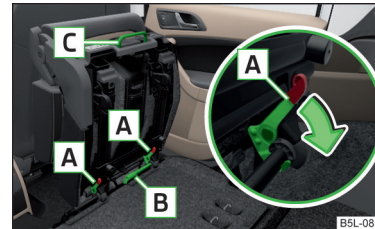

Fig. 64
- Desbloquear el asiento abatido hacia delante » fig. 62 de la pág. 75 presionando los cierres del asiento **A** en sentido de la flecha » fig. 64.
- Desmonte el asiento central » fig. 64 de la pág. 76.
- Abatir el asiento exterior hacia delante y desbloquear » fig. 64 de la pág. 76.